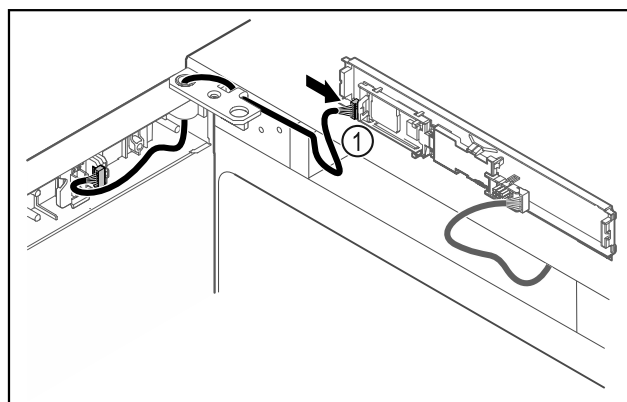

Fig. 42
- ▶ Připojte zástrčku Fig. 42 (1) na desku.